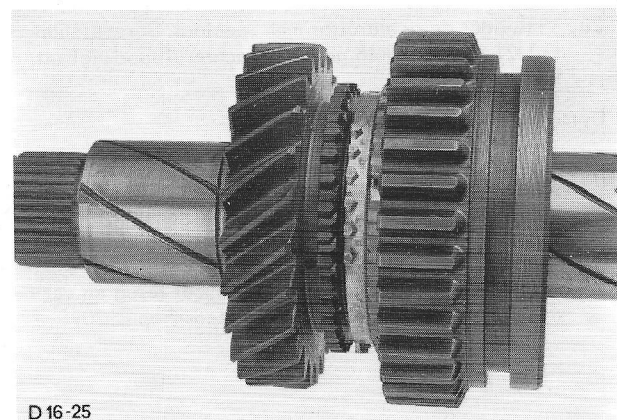

Fig.98 Schakelhuisdeksel.
28. Plaats de synchroniseerring op de conus van het 2e versnellingsstandwiel en schuif hem, tezamen met de synchro voor de 1e/2e versnelling (met de vertanding voor de achteruit naar voren gekeerd) op de as (fig. 98).